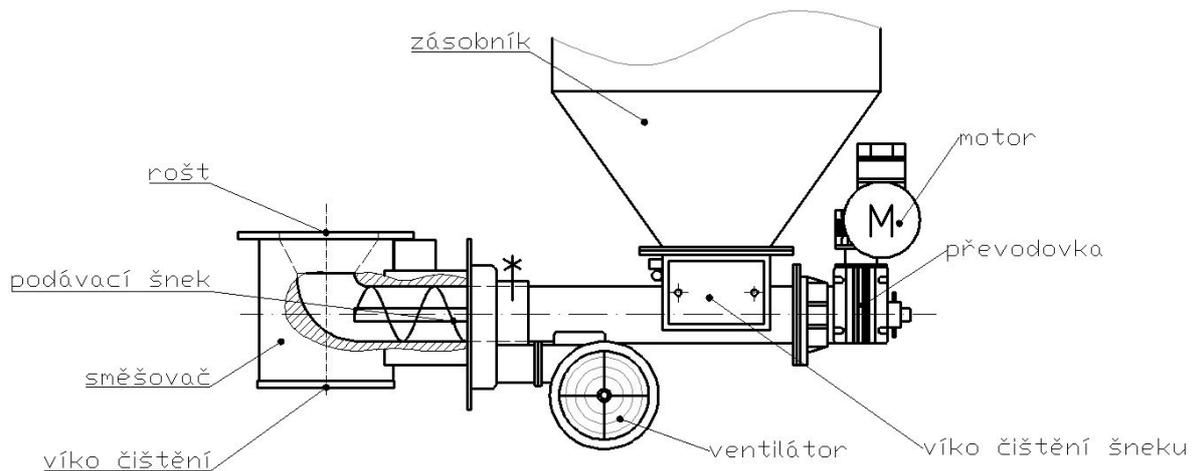

Abb. Nr. 3 - Retortenbrenner
Retortenbrenner (Abb. Nr. 3)
- die Konstruktion der Retortenbrennern (Abb. Nr. 3) ist nur für die Verbrennung von Kohle und qualitativen Holzpellets konzipiert. Das Prinzip der Retortenbrenner ist so konzipiert, dass die Förderschnecke das Material vor sich in das Knie schiebt, und dann wird es nach oben in die Brennkammer geschoben. Die Asche fällt dann über den Kragen der Retorte in den Aschebehälter unter dem Brenner.